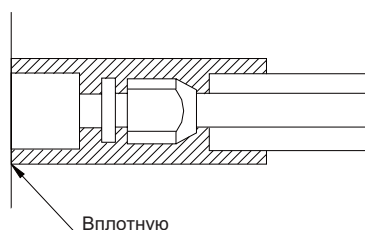

Рис. 7
- 2) Стыки трубных соединений внутреннего блока должны быть плотно замотаны слоем изоляционного материала как показано на рис. 7; наличие воздушных пузырей в месте стыка не допускается.